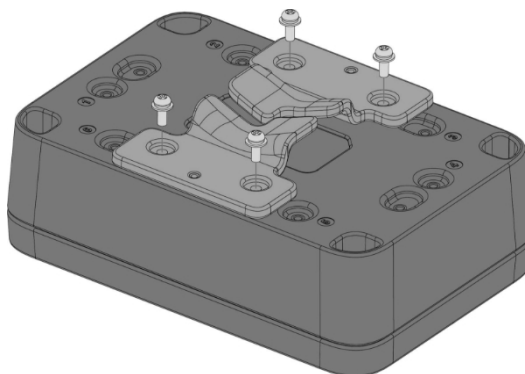

Abbildung 18: Befestigung der Stangenhalterung am Gehäuse
2. Befestigen Sie die mit dem Buchstaben C gekennzeichneten Mastbefestigungen mit vier (4) M3*8-mm-Kopfschrauben mit Unterlegscheibe am WisBlock Unify-Gehäuse. Platzieren Sie sie an den festen Positionen zwischen den Nummern 2 und 3 oder 5 und 6 des Gehäuses, wie in **Abbildung 18** dargestellt.